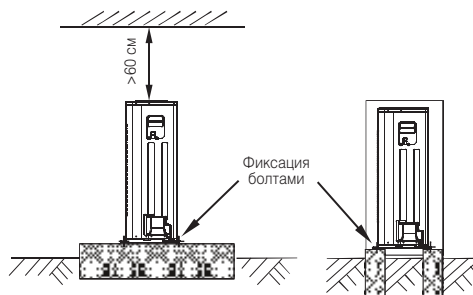

Рис. 6-6
- Обеспечьте прочное основание для размещения наружного блока (рис. 6-6).